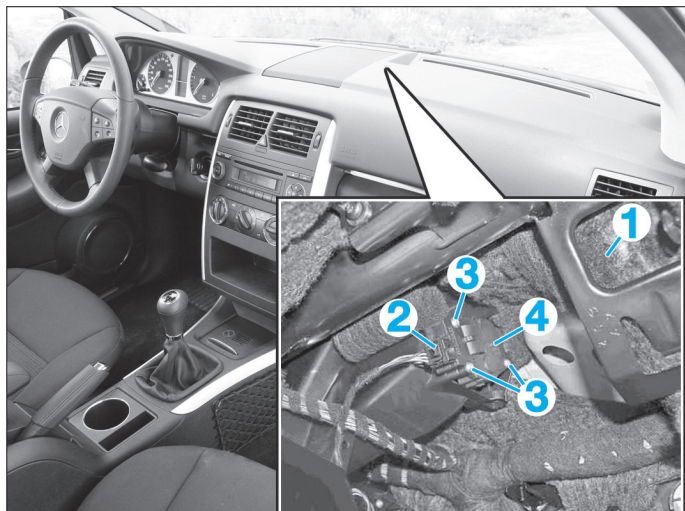

FIG. 34
- Mettre de côté l'insonorisant (1) située sous la planche de bord, du côté droit (Fig.34).